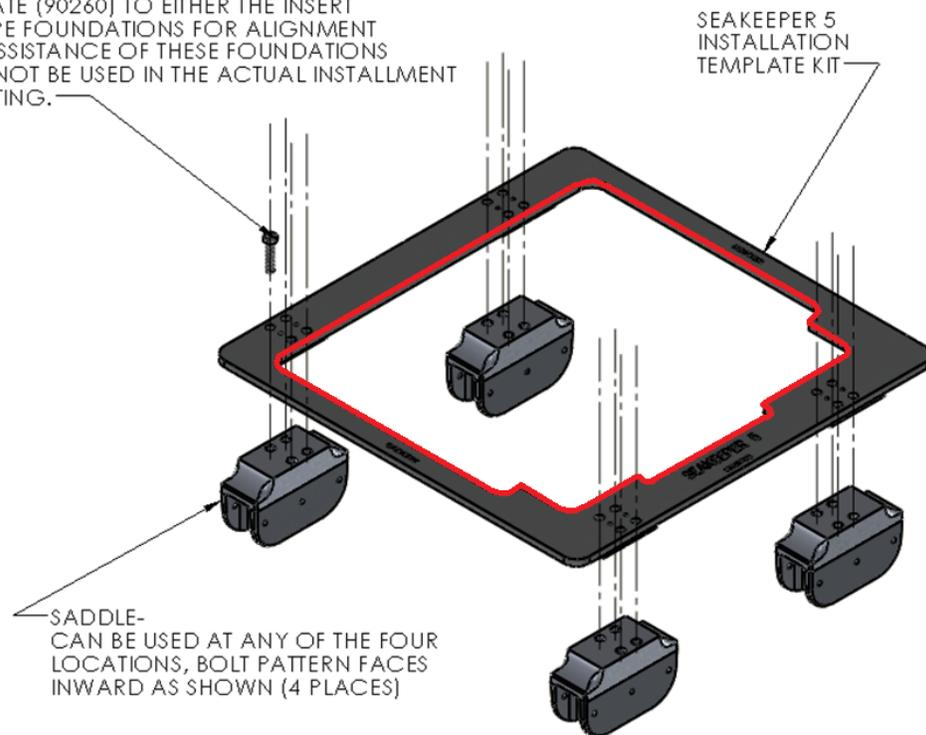

FIGURE 6 – VUE ÉCLATÉE DE L'INSTALLATION DES SUPPORTS VIA LE GABARIT
Seakeeper fournit un gabarit d'installation, pièce n° 90260 qui repère les supports au bon espacement dans les directions avant-arrière et bâbord-tribord. Voir les figures 6, 7 et 8 ci-dessous. Une fois les supports bien fixés, le gabarit peut être utilisé pour vérifier les zones dégagées et l'alignement de la structure de la coque. Le gabarit permettra au constructeur ou à l'installateur de placer et d'ajuster les dimensions des bases pour créer un jeu minimal entre les supports de base du gyroscope et la structure de la coque. La résistance mécanique au cisaillement de l'adhésif sera maximisée si l'épaisseur durcie entre la structure du navire et les supports du gyroscope est la plus mince possible de la gamme recommandée par le fabricant de l'adhésif.
- 1) Positionnez le gabarit (Figure 8) sur le bâti en suivant l'espace recommandé pour l'entretien (voir Figure 2). Vérifiez le serrage des vis qui tiennent les supports au gabarit (Figure 6).
- 1) Vérifiez le serrage des vis tenant les supports au gabarit (Figure 6).